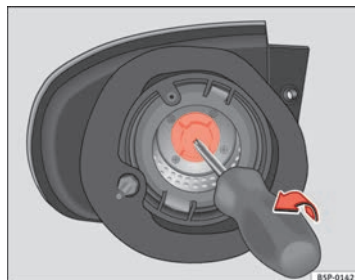

Fig. 192 Indicatore di direzione
- Estrarre il portalampade dell'indicatore di direzione con l'aiuto di un cacciavite seguendo il senso della freccia ⇒ fig. 192